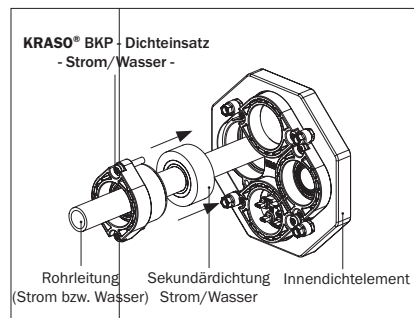

Abbildung 12.4: Montage KRASO® BKP - Dichteinsatz - Strom/Wasser - innenseitig
- Schieben Sie den **KRASO® BKP - Dichteinsatz - Strom/Wasser** - mit der Gummidichtung voraus über die Rohrleitung bis in das Innendichtelement des **KRASO® Bauherren-Komfortpakets - Wand**. Beachten Sie, dass die Schraublöcher am Dichteinsatz und die Kernlöcher im Innendichtelement übereinander liegen (s. Abbildung 12.4).